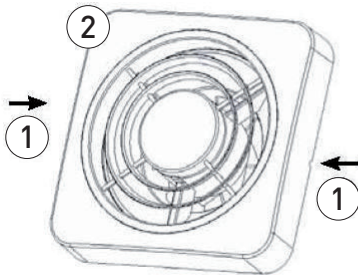

Abbildung 8
1. Nehmen Sie den Deckel (2) vom Motorträger, indem Sie mithilfe eines kleinen Schraubenziehers auf die seitlichen Löcher (1) drücken (Abbildung 8).